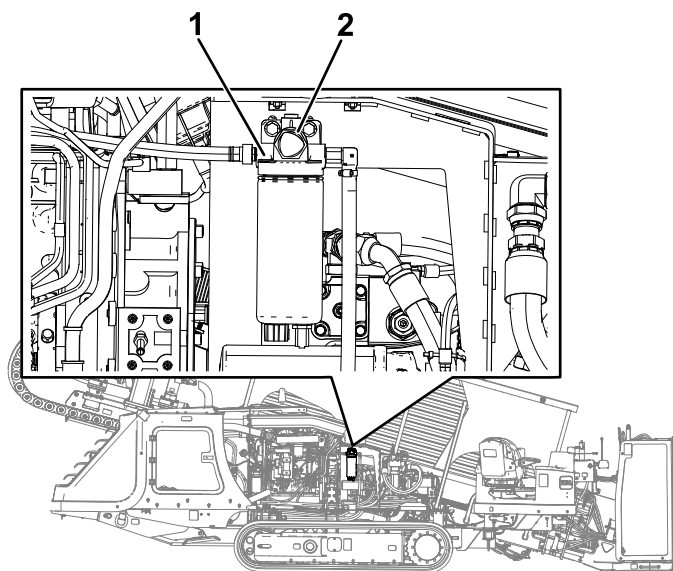

Рисунок 95
- Найдите кнопку ПРОКАЧКИ в верхней части переходника топливного фильтра грубой очистки (Рисунок 95).
- Нажимайте и отпускайте кнопку ПРОКАЧКИ до тех пор, пока не почувствуете сопротивление при ее нажатии (Рисунок 95).
3. Подложите чистую ветошь под топливный фильтр грубой очистки (Рисунок 95).
4. Ослабьте хомуты шлангов и отсоедините топливный фильтр грубой очистки от топливных шлангов (Рисунок 95).
6. Наденьте шланги на шланговые фитинги топливного фильтра грубой очистки и затяните хомуты шлангов (Рисунок 95).